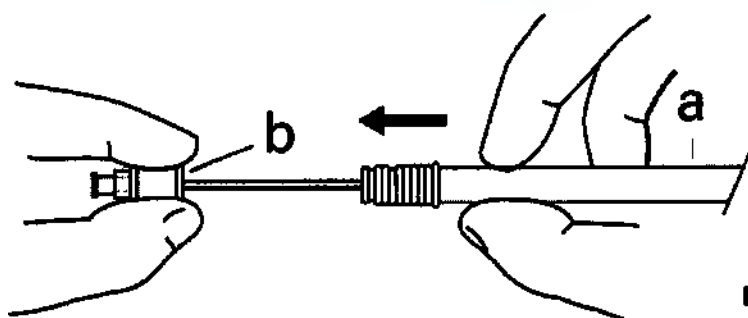

Fig. 6
4. Удерживайте наконечник втулки неподвижно. Стент раскроется, как только вы вытяните рукоятку (a) по направлению к втулке (b). (Рис.6). Рентгеноконтрастный маркер на системе доставки (h) показывает прогресс развертки.